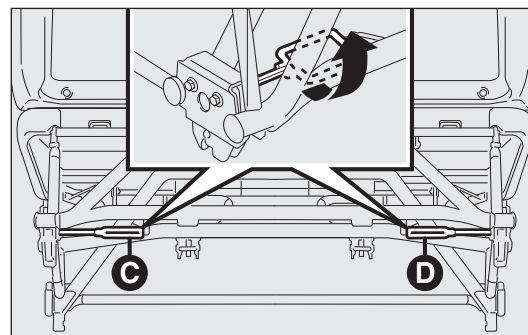

fig. 34
- dalla posizione a pacchetto, agire sulle leve C e D-fig. 34 ruotandole in avanti (come specificato dalla targhetta adesiva ubicata sulla traversa inferiore);